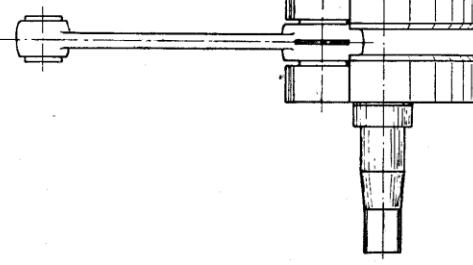

Fig. 7
14. 2 skrue skrues i selve krumtaphuset og endeslor for krumtappens kontrolleres. Spillerummet for krumtappens endeslor skal være mindst $\frac{1}{10}$ mm. Er det større end $\frac{3}{10}$ mm trækkes krumtaphushalvparterne fra hinanden, og udligningsskiver lægges mellem krumtappens højre swingkloss og lejet i magnetsiden, se fig. 7.